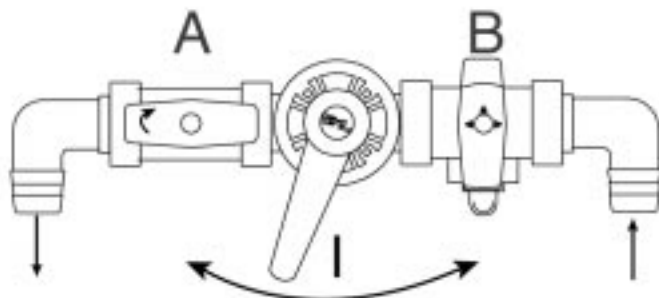

Fig. 4
3.Восстановите установку путем добавления химического вещества (в количестве 3/5% от емкости всей установки) в чистую воду бака: держите краны и рукоятку реверсивного крана в положениях, указанных в п.2. Периодически поворачивайте рукоятку реверсивного крана вправо и влево, чтобы восстановление шло быстрее и эффективнее (рис.4)